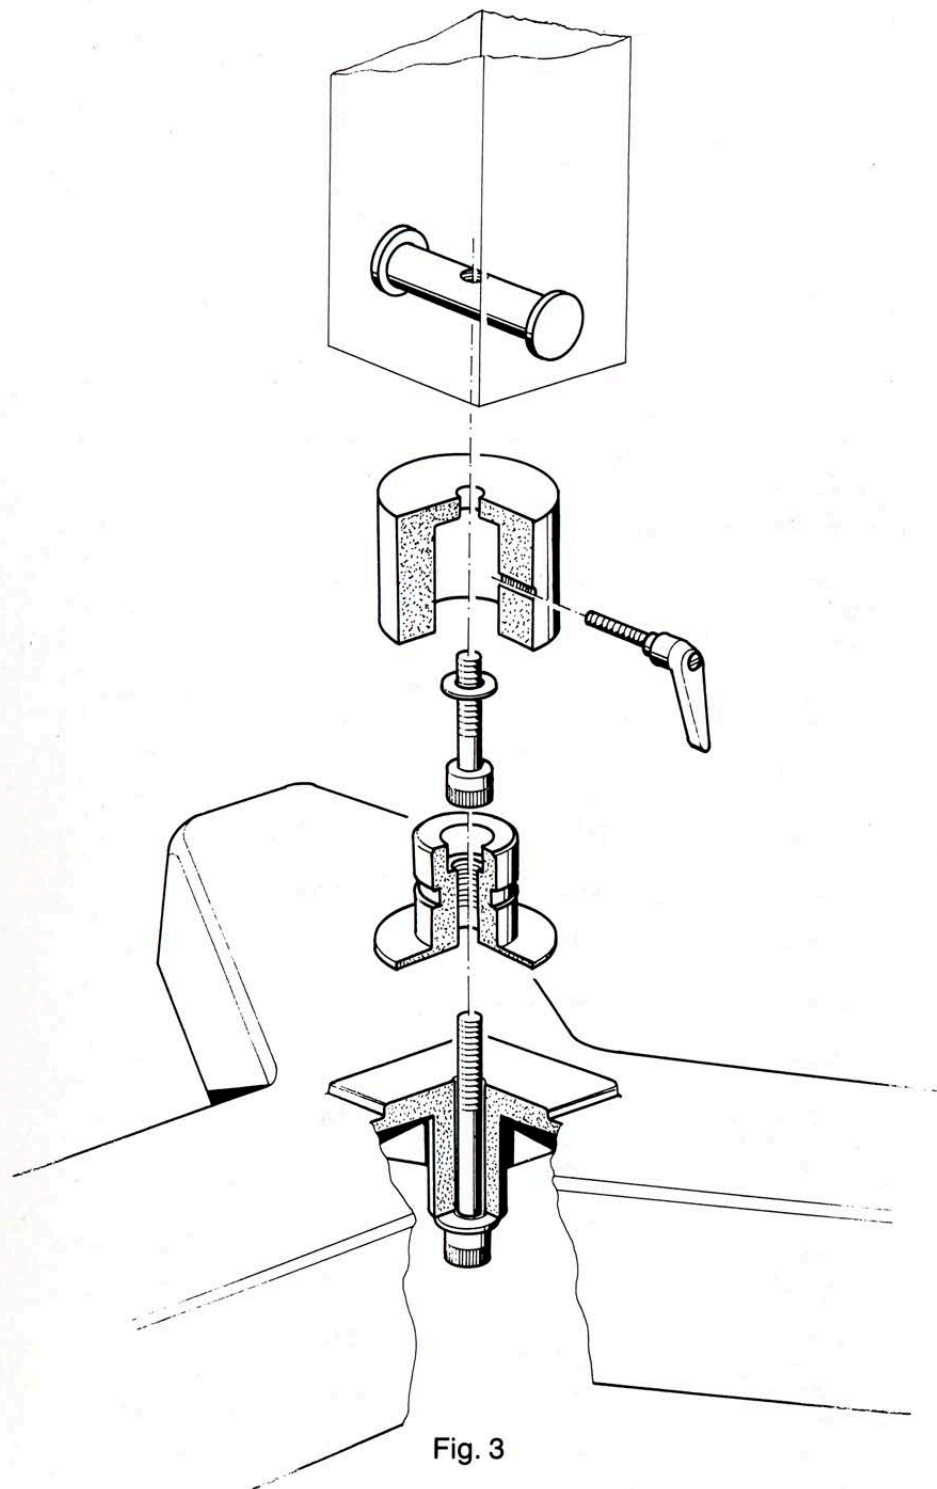

Fig. 3
G. Monteren van de MBS-6 Draaibare voetadapter (optie). (fig. 3)
G. Mounting of the MBS-6 Rotating Adapter (optional). (fig. 3)